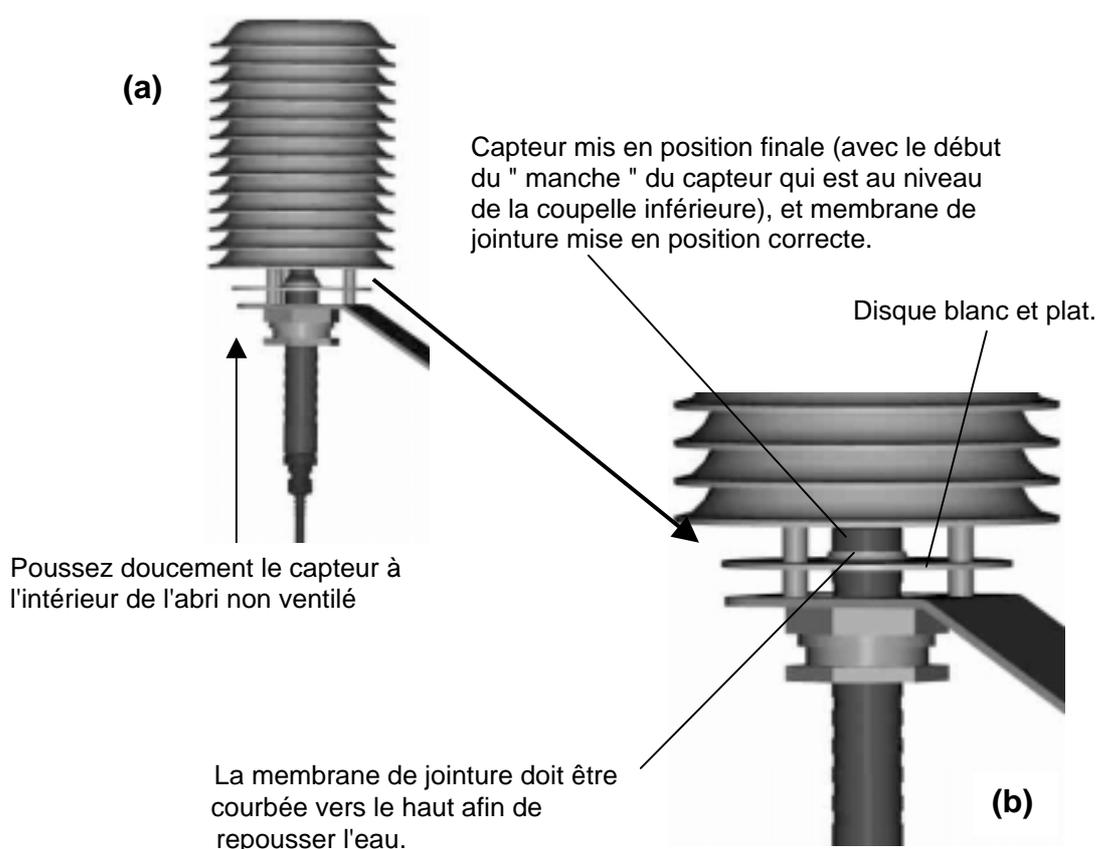

Figure 4. Mise en place du capteur dans son abri non ventilé
Un abri communément utilisé avec le HMP45C vous est montré sur la Figure 4. L'abri non ventilé URS1, vendus par Campbell Scientific, est fourni avec un adaptateur qui permet au HMP45C d'être mis en place et retiré de l'abri comme indiqué ci après :
3. Pendant que vous insérez le capteur dans l'abri, suivez-le des yeux en regardant entre la coupelle inférieure et le disque blanc et plat qui sont situés à la partie basse de l'abri - voir figure 4. La tête du capteur passera à travers un trou qu'il y a dans la membrane fixée à la partie supérieure du disque blanc et plat.
4. Continuez à insérer le capteur doucement, jusqu'à ce que la partie plus épaisse du capteur (le « manche ») dépasse la membrane de jointure -voir figure 4(a).
5. Continuez à insérer doucement le capteur sur encore 10 mm, jusqu'à ce que le début du « manche » du capteur soit à niveau avec le trou dans la coupelle inférieure de l'abri non ventilé, comme montré sur la figure 4(b).
2. Assurez-vous que votre dernier geste avant de serrer la grande vis du presse étoupe, ne soit pas un geste pour retirer le capteur (le tirer vers le bas). Ceci mettrait la membrane de jointure en mauvaise position et lui ferait former un puits qui pourrait piéger l'eau. La membrane de jointure doit être courbée VERS LE HAUT et à proximité de la tête du capteur, pour que l'eau puisse fuir le corps du capteur -voir figure 4.